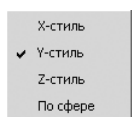

Рис. 1.114. Всплывающее меню пункта **Стиль поворота** контекстного меню **Анимационного окна**
- щелкните в контекстном меню по пункту **Стиль поворота**. Появится всплывающее меню, изображенное на рис. 1.114;